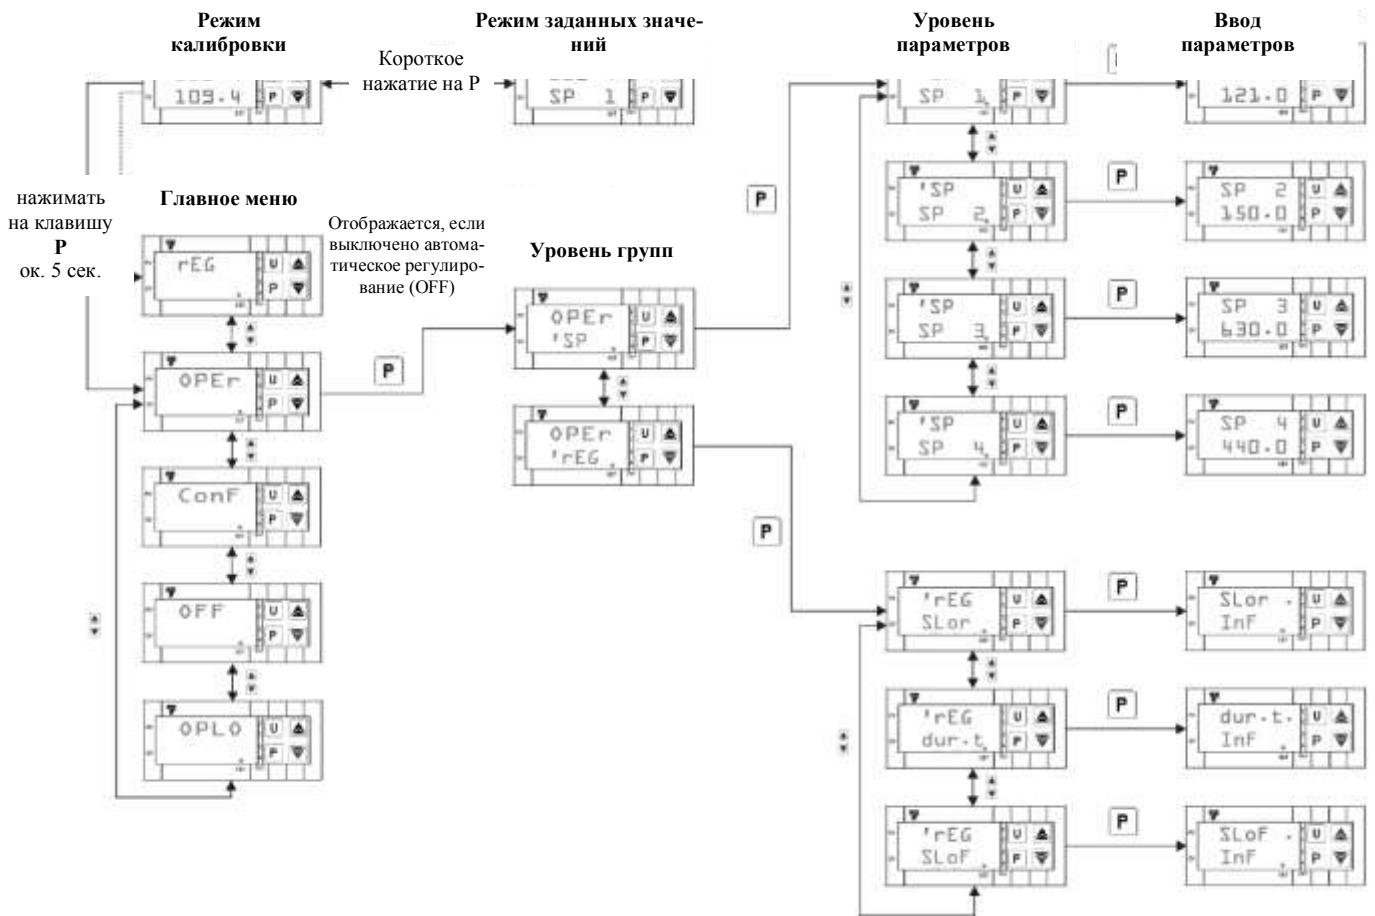

Рисунок 3.10 – Структура меню
- При помощи клавиш **▼** и **▲** необходимо выбрать соответствующее главное меню (см. рисунок 3.10).